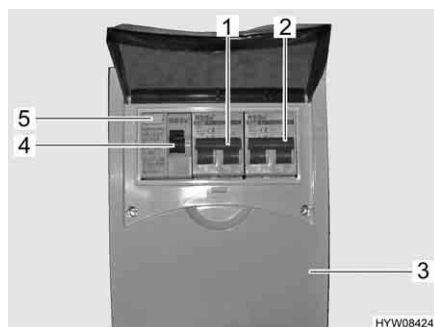

Fig. 70 Scatola dei fusibili a 230 V con interruttore di sicurezza e interruttore automatico FI
Un interruttore di sicurezza per correnti di guasto (interruttore automatico FI) (Fig. 70,4) nella scatola dei fusibili (Fig. 70,3) protegge l'intero veicolo da correnti di guasto (0,03 A).
L'interruttore di sicurezza collegato in serie (10 A) (Fig. 70,1) protegge le prese da 230 V, la centralina elettrica, il caricabatteria supplementare e il frigorifero.
Per veicoli con accessori opzionali, p. es. l'impianto di climatizzazione a tetto, un ulteriore interruttore di sicurezza (16 A) (Fig. 70,2) protegge l'apparecchio.
- Se il veicolo è collegato all'alimentazione a 230 V, premere il tasto di controllo (Fig. 70,5). L'interruttore di sicurezza per correnti di guasto (FI) deve scattare.